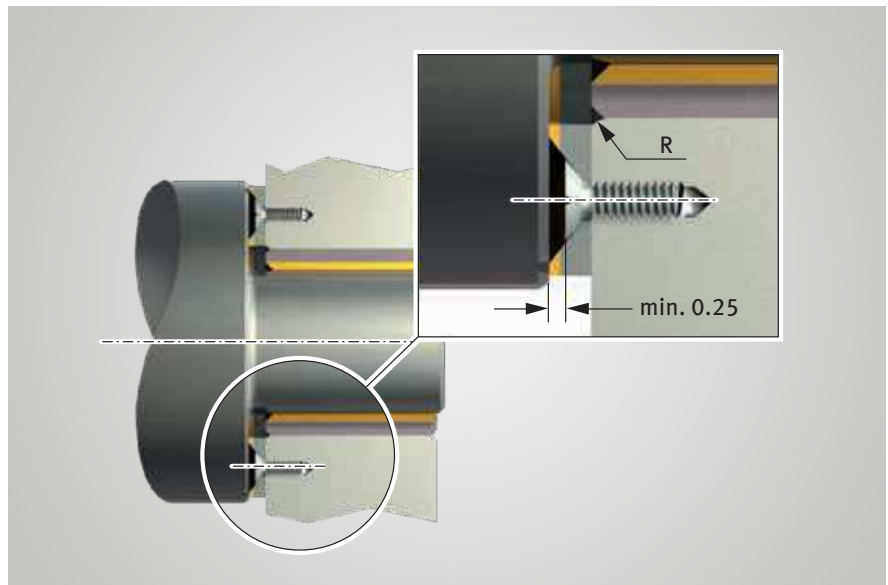

Fig. 4 : fixation d'une rondelle de guidage PAW sans évidement dans le corps
- fixer avec plusieurs goupilles ou vis (Fig. 4)